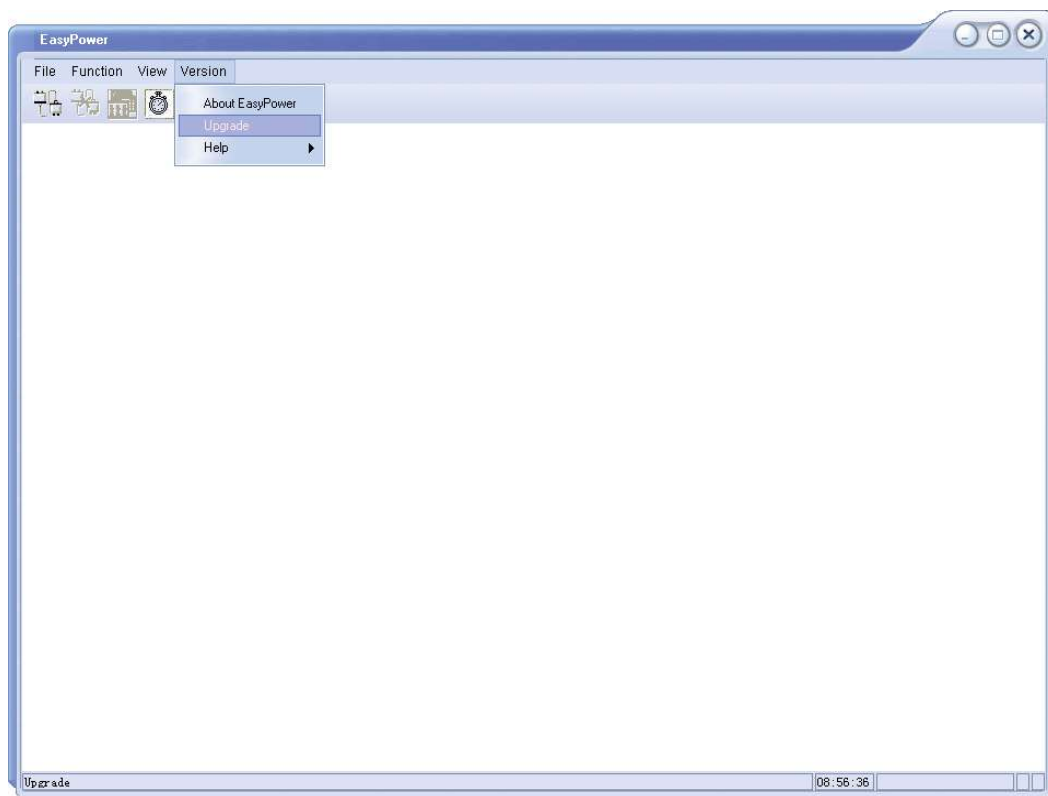

图 2-10 EasyPower 界面
- 2、如图 2-10 所示，点击 Version 菜单上的 Upgrade 的子菜单，进入固件升级的对话框；